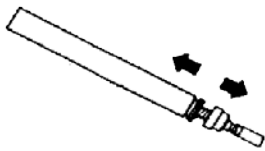

РИС. 15
- Разберите коллектор припоя на 2 части (см. рис. 15 и 16).